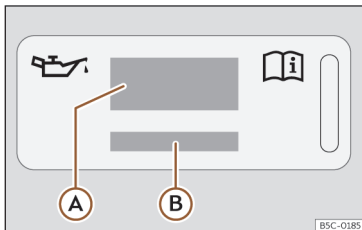

Fig. 203 En el vano motor: etiqueta de aceite de motor
Leyenda de la >>> **fig. 203:**
>>> **fig. 203.** La etiqueta con la norma prescrita
- Si falta la etiqueta con la especificación del aceite motor >>> **fig. 203**, póngase en contacto con un taller especializado.